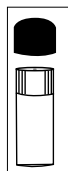

figura 3A
2. Retire la tapa del vinilo del vial para exponer el agujero de fuga pequeña, como se muestra en la Figura 3A a continuación. **NO DESENROSQUE LA TAPA NEGRA DE LA BOTELLA.**